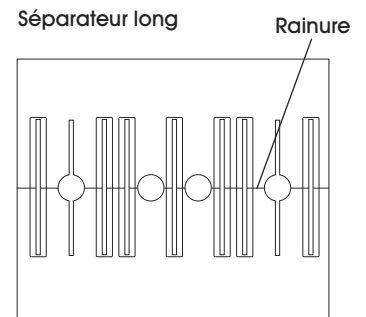

Figure 24
2. Pliez le séparateur long le long de la rainure. (Voir Figure 24 et 25)